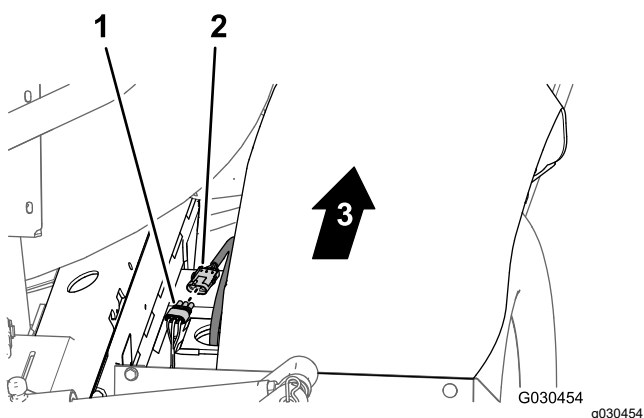

**Figure 14**
3. Retirez les 3 fixations enfichables qui fixent le faisceau arrière dans les trous du tube de cadre droit de la machine (Figure 14).